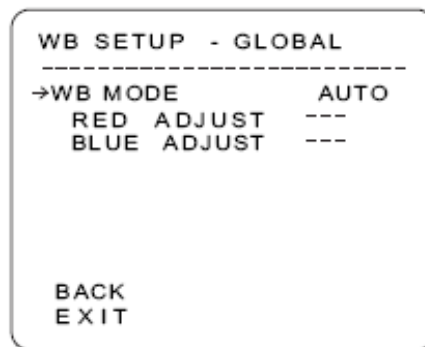

Рис. 6.5.1-1
- White balance setup: Настройка баланса белого (см рис. 6.5.1-1). В данном меню можно выбрать между автоматическим режимом и ручным. В ручном режиме возможно изменение цветовой поднесущей в пределах значений от 10 до 60.